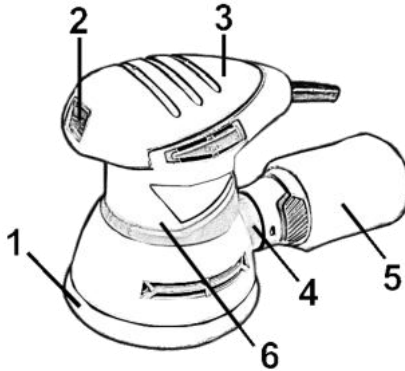

Рисунок 1
2.2.1 Виріб складається з наступних основних частин: пластикового корпусу з основною опорною рукояткою (3), в якому встановлений колекторний електродвигун, система пиловідведення, вимикач (2), шнур живлення з вишкою для підключення до електромережі, – згідно рис. 1. На валу двигуна встановлене лопатеве колесо витяжки пилу під час роботи виробу. Пил через патрубок (4) потрапляє в контейнер (5) або в пилосос. Шліфувальна платформа (1) приєднується до валу двигуна з можливістю вільного обертання незалежно від роботи двигуна через перехідну ексцентрикову опору з підшипником.